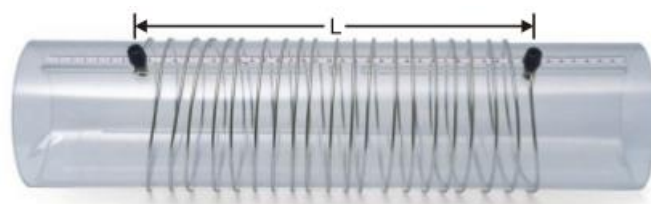

Рис. 4. Катушка с переменным числом витков на единицу длины
8. Замените катушку диаметром 100 мм на катушку с переменным числом витков на единицу длины (рис. 4).